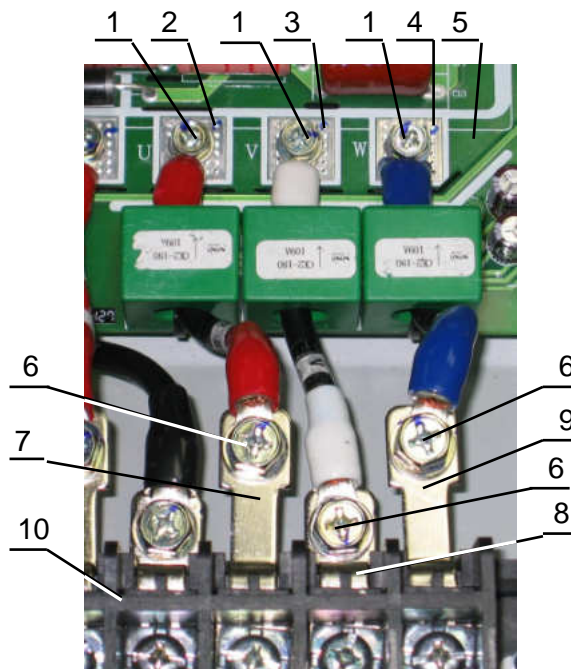

Рис.7.29
- 7.10.7. Установить силовые провода **U, V, W** выходных цепей. Наконечники меньшего размера проводов U, V, W закрепить винтами (1) на терминалах «U»(2), «V»(3), «W»(4), соответственно, платы модуля IGBT (5) (рис.7.29). Наконечники большего размера проводов U, V, W закрепить винтами (6) на выводах клемм U (7), V (8), W (9), соответственно, силовой клеммной колодки (10) (рис.7.29).